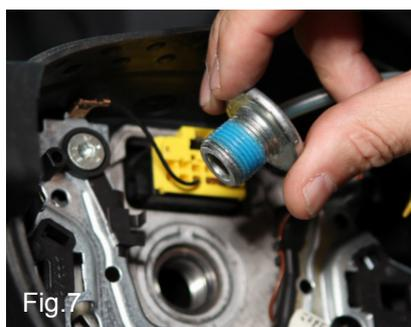

Fig.7
10. Posizionare il volante dritto. Serrare il dado di fissaggio (Fig. 7) alla coppia prescritta del produttore del veicolo.